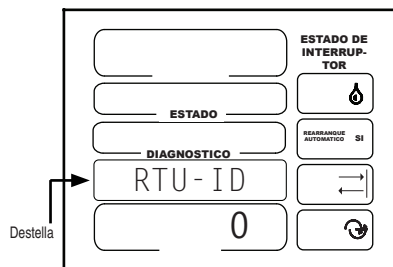

Figura 52-3
- La RTU ID número 0 es el ajuste de fábrica para todos los dispositivos RTU. Vea la Figura 52-3.
1. RTU-ID debe estar destellando. Vea la Figura 52-3.